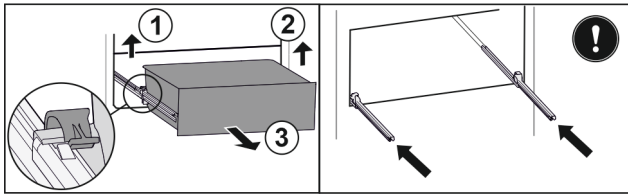

Fig. 151
- ▶ Linke Klemme anheben und gleichzeitig Schubfach links nach vorne ziehen. Fig. 151 (1)
- ▶ Rechte Klemme anheben und gleichzeitig Schubfach rechts nach vorne ziehen. Fig. 151 (2)
- ▶ Schubfach nach vorne entnehmen. Fig. 151 (3)